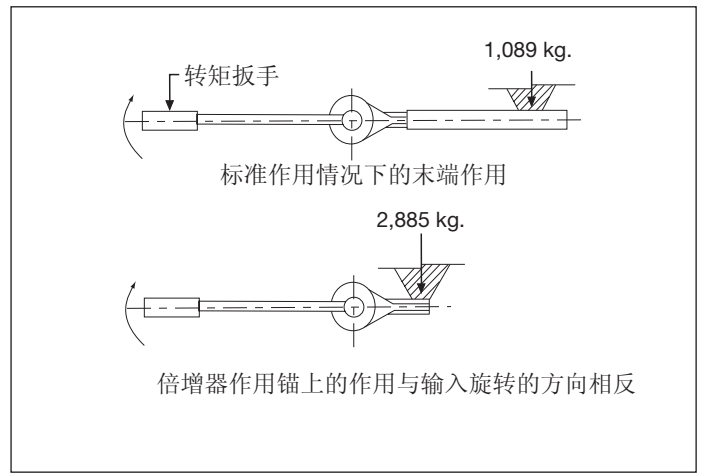

图 5 - 离倍增器越近，作用力越大
- 使用转矩扳手拧紧：确定所需的正确输入扭矩（参见工具上的扭矩铭牌），或参考第 4.0 节“规格表”。输出扭矩精度要求在扭矩倍增器上串联一个精确的转矩扳手。使用转矩扳手施加扭矩，直到达到所需的输入扭矩为止（图 5）。